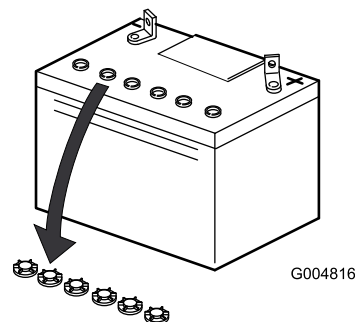

Bild 3
3. Entfernen Sie die Entlüftungsdeckel von der Batterie (Bild 3).